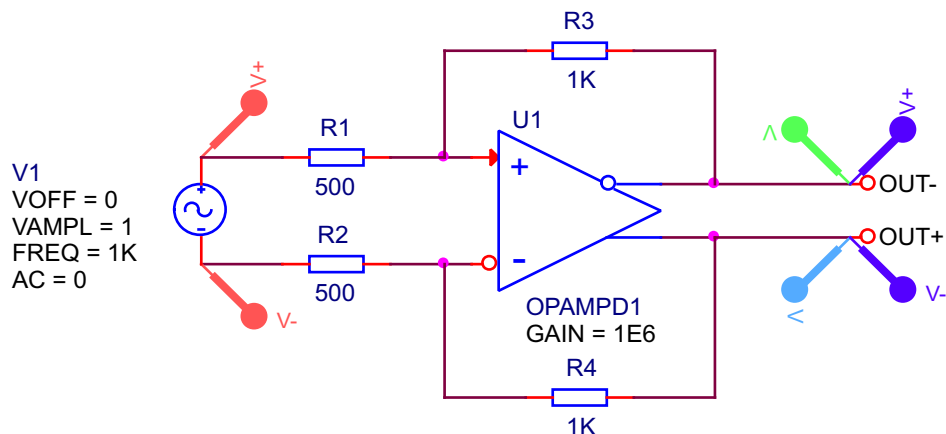
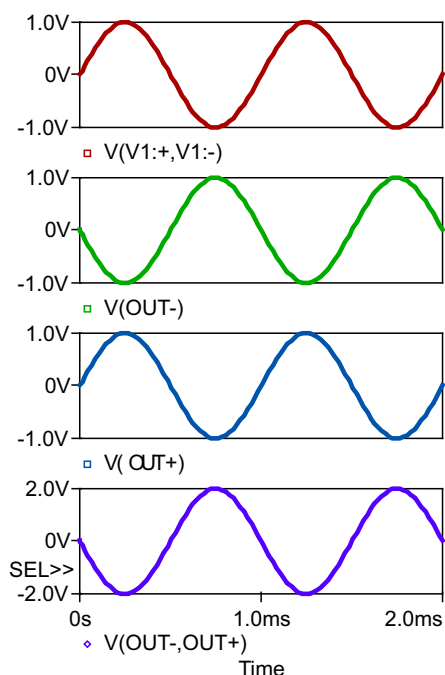

Рисунок 6. Основная схема включения полностью дифференциального ОУ.
Рисунок 7. Результат моделирования основной схемы включения (Рисунок 6) полностью дифференциального ОУ.
На Рисунок 6 показана основная схема включения простого полностью дифференциального ОУ [9]. Результат моделирования (Рисунок 7) показывает, что работа схемы соответствует расчетному соотношению (2) [7], что подтверждает правильность работы модели OPAMPD1 для этого случая.
Эти результаты согласуются с [7] и результатами моделирования аналогичной схемы Рисунок 6, Рисунок 7.